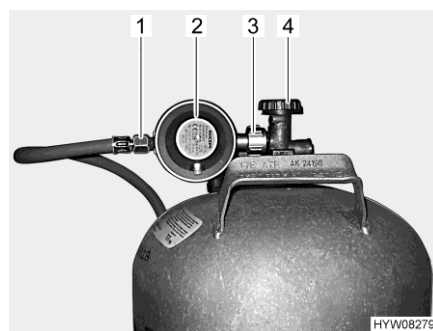

Fig. 138 Raccord bouteille de gaz
- Fermer le robinet principal (Fig. 138,4) de la bouteille de gaz. Observer le sens de la flèche.
- Maintenir le régulateur de pression du gaz (Fig. 138,2) et ouvrir la vis moletée (Fig. 138,3) (en général filetage à gauche).
- Retirer le régulateur de pression du gaz avec la lyre (Fig. 138,1) de la bouteille de gaz.
- Placer le régulateur de pression du gaz (Fig. 138,2) avec la lyre (Fig. 138,1) sur la bouteille de gaz et serrer la vis moletée (Fig. 138,3) (en général filetage à gauche). **Ne pas** serrer trop fort.